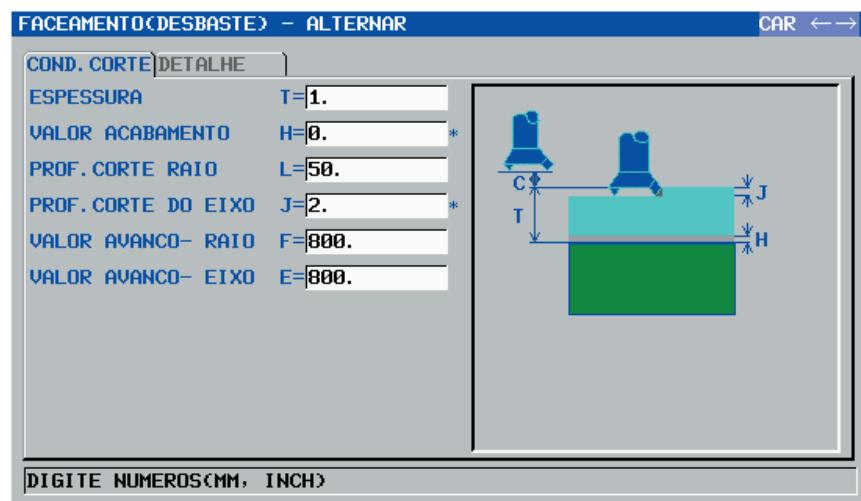

Figura 51 - Janela “COND. CORTE” - Ciclo de Faceamento
- Preencher os campos conforme a figura 51